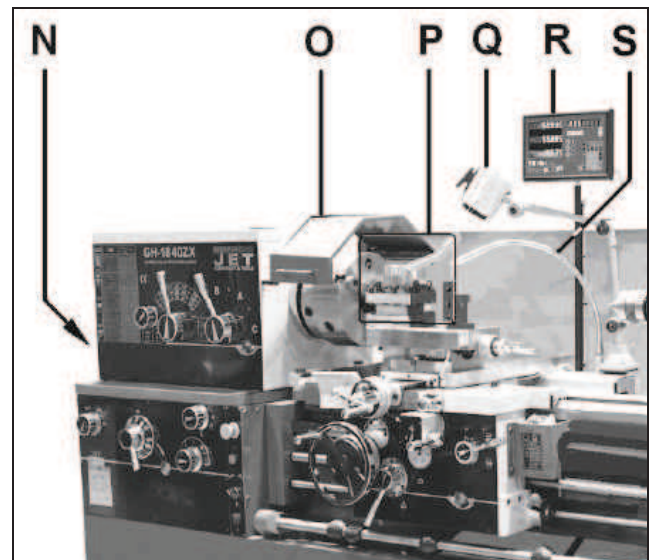

Fig 2-2
Le cache courroie (N, Fig 2-2) et le protège mandrin (O) sont surveillés par interrupteurs électrique. Pour démarrer la machine il faut les fermer.